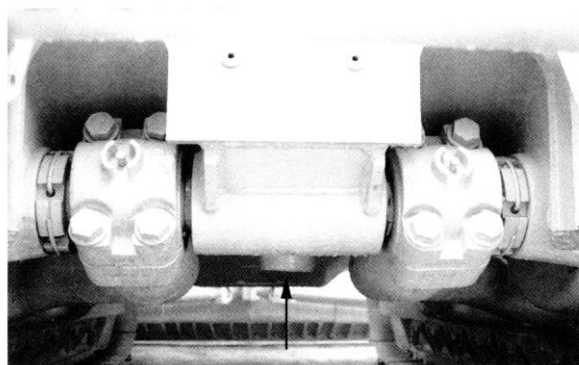

Рис. 4-27.
- 1) Открутите сливную пробку под корпусом агрегата и слейте масло (Рис. 4-27).
- 6) После замены элемента масляного фильтра трансмиссии и рулевой муфты (см. «ТЕХНИЧЕСКОЕ ОБСЛУЖИВАНИЕ КАЖДЫЕ 250 ЧАСОВ ЭКСПЛУАТАЦИИ»), залейте предписанное количество машинного масла через горловину (F).